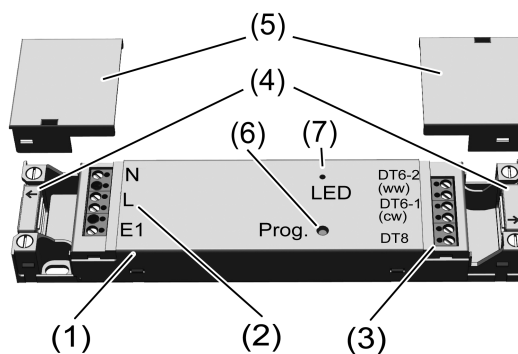

Bild 1
- Eine Zugentlastung (4) an der Eingangs- und Ausgangsseite vornehmen und die Abdeckkappen (5) aufschnappen (Bild 1).